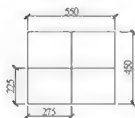

图 6-49
**步骤 2：**使用直线工具 $\text{L}$ ，绘制两条直线段，作为绘制台灯的辅助线(图 6-49)。